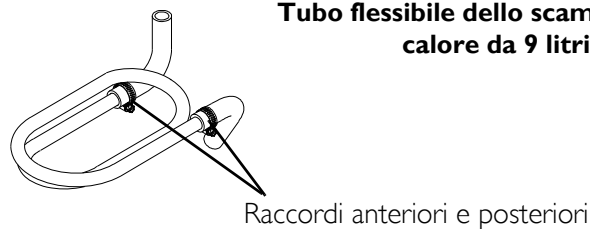

FIGURA 23.2 Prova di tenuta
- C. Dei collegamenti del tubo flessibile della valvola stabilizzatrice della pressione sulla parte superiore dei setacci (FIGURA 23.2).
- D. Dei raccordi del tubo flessibile in corrispondenza del tappo del serbatoio del prodotto e delle valvole di controllo (FIGURA 23.2).
- E. Dei raccordi anteriori e posteriori presenti sullo scambiatore di calore (FIGURA 23.2)F.
8. Spegnerne l'unità (O) e scollegarla.